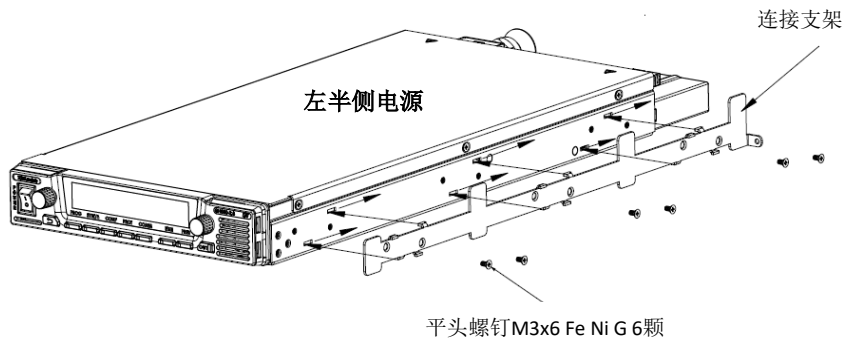

图 4-6: 连接支架组装到左侧电源
2. 将连接支架推向电源后侧，然后用 6 颗平头螺钉将支架组装到机壳上，如图 4-6 所示。